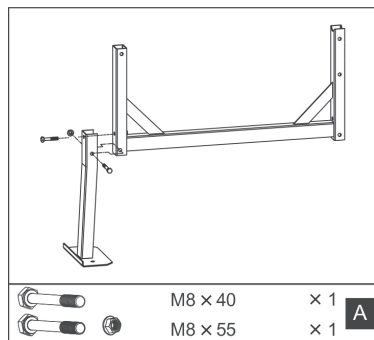

Fig.4
1. Monte el peana en el bastidor del tambor. Utilice los accesorios marcados (A), Fig.4.